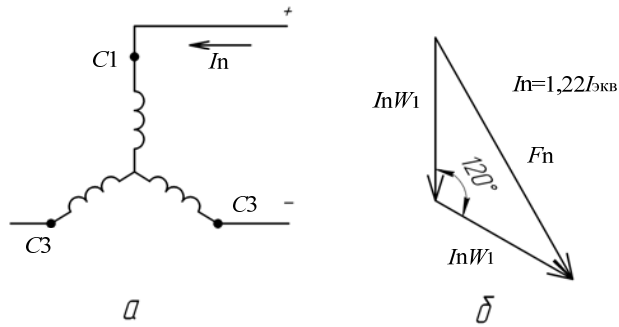

Рис. 7.1. Схема подключения постоянного тока к обмотке статора электродвигателя (а) и диаграмма МДС (б)
2. Нарисовать схему подключения постоянного тока к обмотке статора электродвигателя и диаграмму магнитодвижущих сил (МДС) (см. рис. 7.1).
• **к пункту 2 плана занятия.** Нарисовать схему подключения постоянного тока к обмотке статора электродвигателя и диаграмму МДС (рис. 7.1).